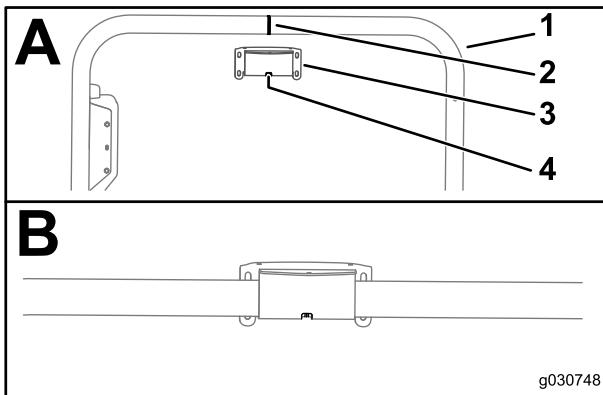

Bild 148
- Fluchten Sie den Schlitz in der Mitte der Empfängerbefestigung mit der Schweißnaht an der Mittellinie des Überrollsitzrohrs aus (Bild 148)